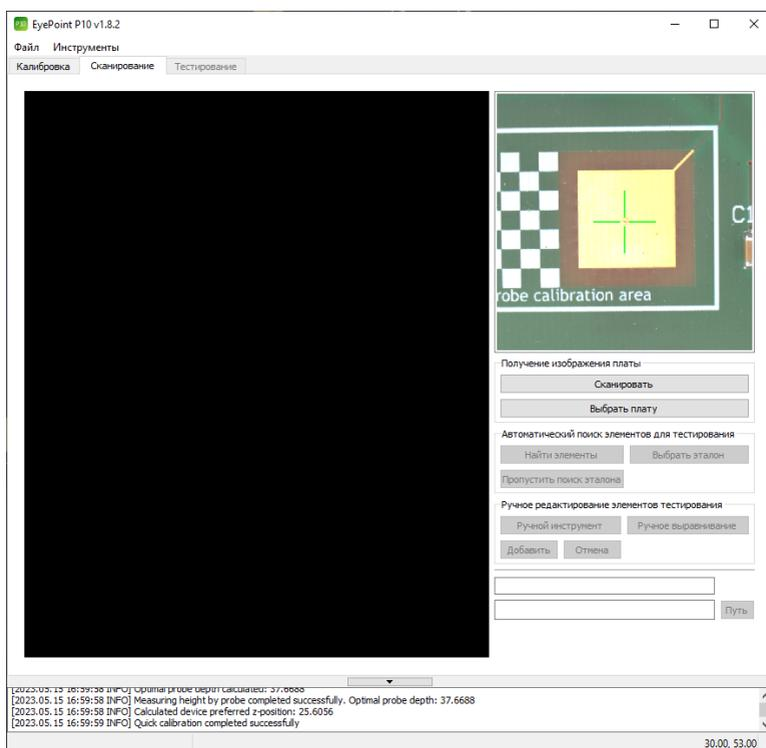

Рисунок 16. Внешний вид вкладки «Сканирование» ПО EyePoint P10.
1. Перейдите во вкладку «Сканирование» главного окна программы (Рисунок 16). Данная вкладка станет доступна после выбора области (пункт 11.1).